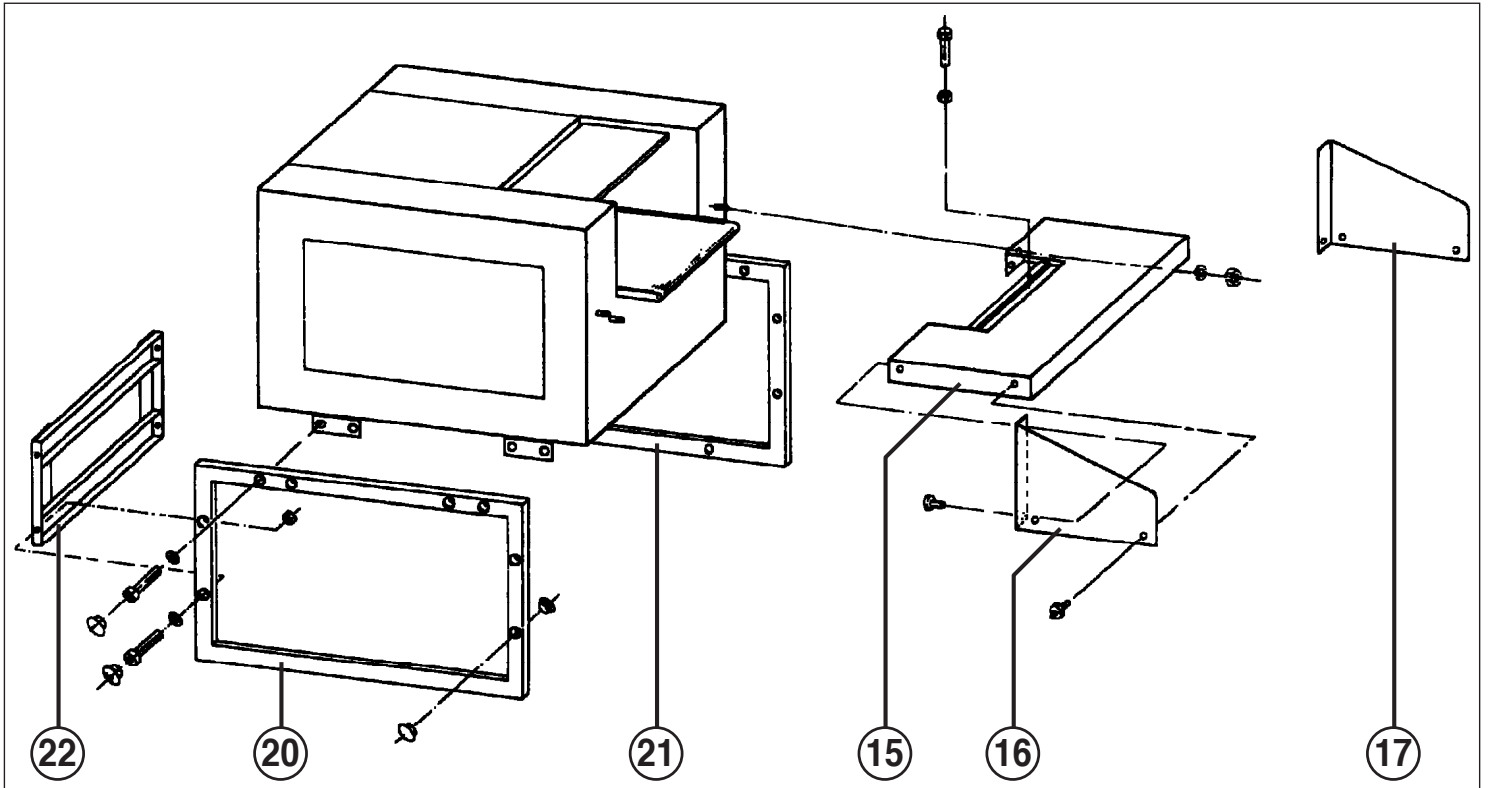

Fig. 1
- 15 = Mesa (fig. 1)
- 16 = Ângulo de protecção à esquerda (fig. 1)
- 17 = Ângulo de protecção à direita (fig. 1)
- 20 = Quadro à esquerda (fig. 1)
- 21 = Quadro à direita (fig. 1)
- 22 = Chapa intermediária (fig. 1)
MONTAGEM DO SUPORTE DE BASE (fig. 1 e 2):
MONTAGEM DA MESA (15) (fig. 1):
4. Conduzir o cabo de corrente da ripa de emergência-desligação (14) pela luva em frente na parte lateral e esquerda da caixa e pela união roscada de cabos em baixo, na caixa de distribuição para dentro da caixa de distribuição, e ligar alí a perna azul ao borne 20 e a perna castanha ao borne 19.
MONTAGEM DOS ÂNGULOS DE PROTECÇÃO (fig. 1):